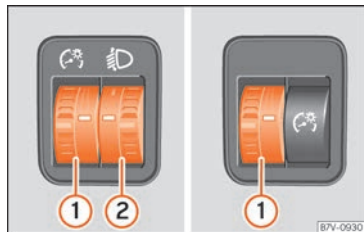

Fig. 145 Côté volant : régulateur d'éclairage des cadrans et des commandes ① et du site des projecteurs ②
» fig. 145 ①.
② Réglage du site des projecteurs
» fig. 145 ② s'adapte en fonction de la valeur du faisceau lumineux du phare à l'état de charge du véhicule. Le conducteur peut ainsi avoir la meilleure visibilité possible et n'éblouit pas ceux qui circulent en sens contraire » ⚠.
Pour régler, tournez la commande » fig. 145